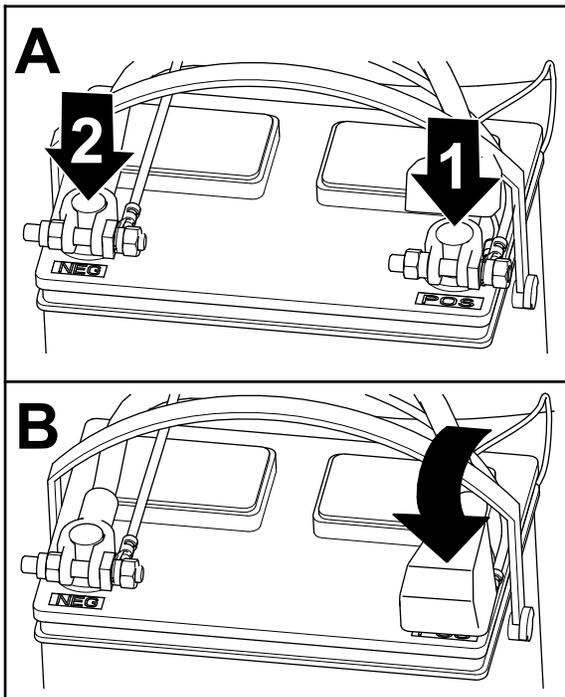

図 23
1. プラス+ケーブルをバッテリーに接続し、クランプナットで接続する 図 23。
2. マイナス-ケーブルをバッテリーに接続し、クランプナットで接続する 図 23。
3. バッテリーのプラス端子に絶縁カバーを取り付ける 図 23。